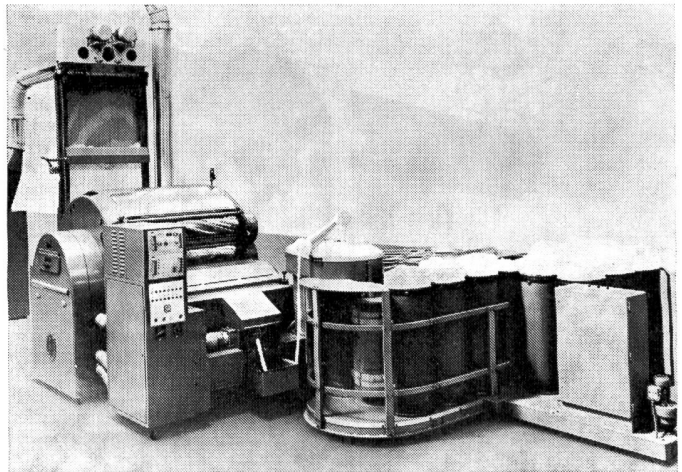

Abbildung 2 Aerodom und Kannenwechsler, Rieter
**Automatische Speisung** — Die automatische Kardenspeisung ist heute eine bereits bewährte Einrichtung. Interessant ist hier vielleicht die Einzelkardenspeisung «Aerodom» von Rieter, die sich für Baumwolle, Abgang- und Chemiefasersortimente eignet (Abbildung 2).
**Automatische Kannenwechsler** — Bei sehr grossen Kannen ist ein automatischer Kannenwechsler manchmal von Vorteil, aber nicht immer erforderlich. Arbeitet man an der Rotorspinnmaschine jedoch mit Kardenband in der Vorlage, müssen die Kannen klein dimensioniert sein. Da bei den heutigen hohen Produktionsleistungen der Karden die Kannen sehr schnell gefüllt sind, müssen sie zu oft gewechselt werden. Man kommt hier ohne automatische Kannenwechsler nicht mehr aus. Viele Maschinenhersteller übertrugen ihre an den Strecken bewährten Konstruktionen auf die Karden. Abbildung 2 zeigt einen solchen Kannenwechsler von Rieter. Von Vorteil ist dabei, dass die Kannen sofort auf Transportwagen gestellt werden, was das Hantieren mit den Kannen und den Transport wesentlich vereinfacht.